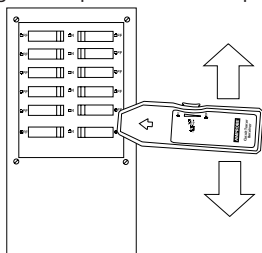

Figure 2
4. Au niveau du panneau des disjoncteurs ou du boîtier de fusibles, tenez le récepteur perpendiculairement aux disjoncteurs. Balayez lentement tous les disjoncteurs une fois pour étalonner le récepteur. Pendant ce balayage, le récepteur peut émettre un bip et clignoter avec plusieurs disjoncteurs. Il s'agit d'une partie normale du processus d'identification (Figure 2).